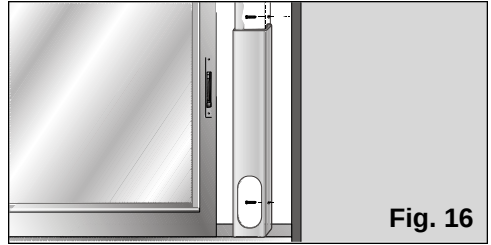

Fig. 16
- Til montering på vindu / balkongdør er denne utstyrt med to sidehull. Ved hjelp av to skruer (ikke inkludert i tilbehøret) kan brukeren feste delen i rammen eller i veggen uten fare for at den skal bevege seg eller falle ned fra holdet, **Fig. 16.**